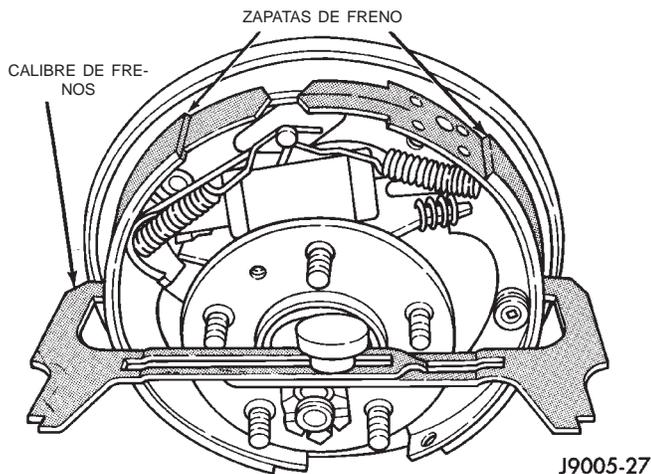

Fig. 61 Ajuste del calibre sobre las zapatas de freno
(5) Invierta el calibre e instálelo sobre las zapatas de freno. Coloque las patas del calibre en el centro de la zapata tal como se indica (Fig. 61). Si el calibre no encaja bien (demasiado flojo o demasiado apretado), ajuste las zapatas.